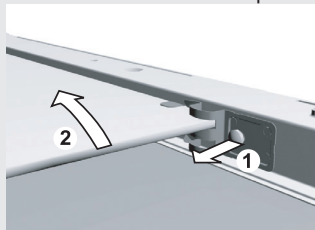

рис. 2
- Чтобы снять внутреннее, третье, стекло (в некоторых моделях), открутите винты на креплениях стекла и приподнимите его (рис. 2). Перед очисткой снимите крепления стекла.
- Если под духовкой находится ящик или шкаф с ручкой (2), расстояние между верхней поверхностью дна ниши, куда встраивается прибор (1), и верхней частью ручки (2) должно составлять не менее 8 мм (рис. 2).